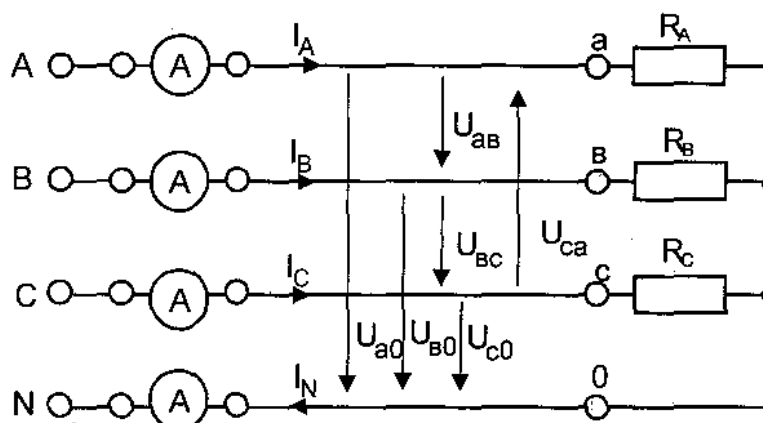
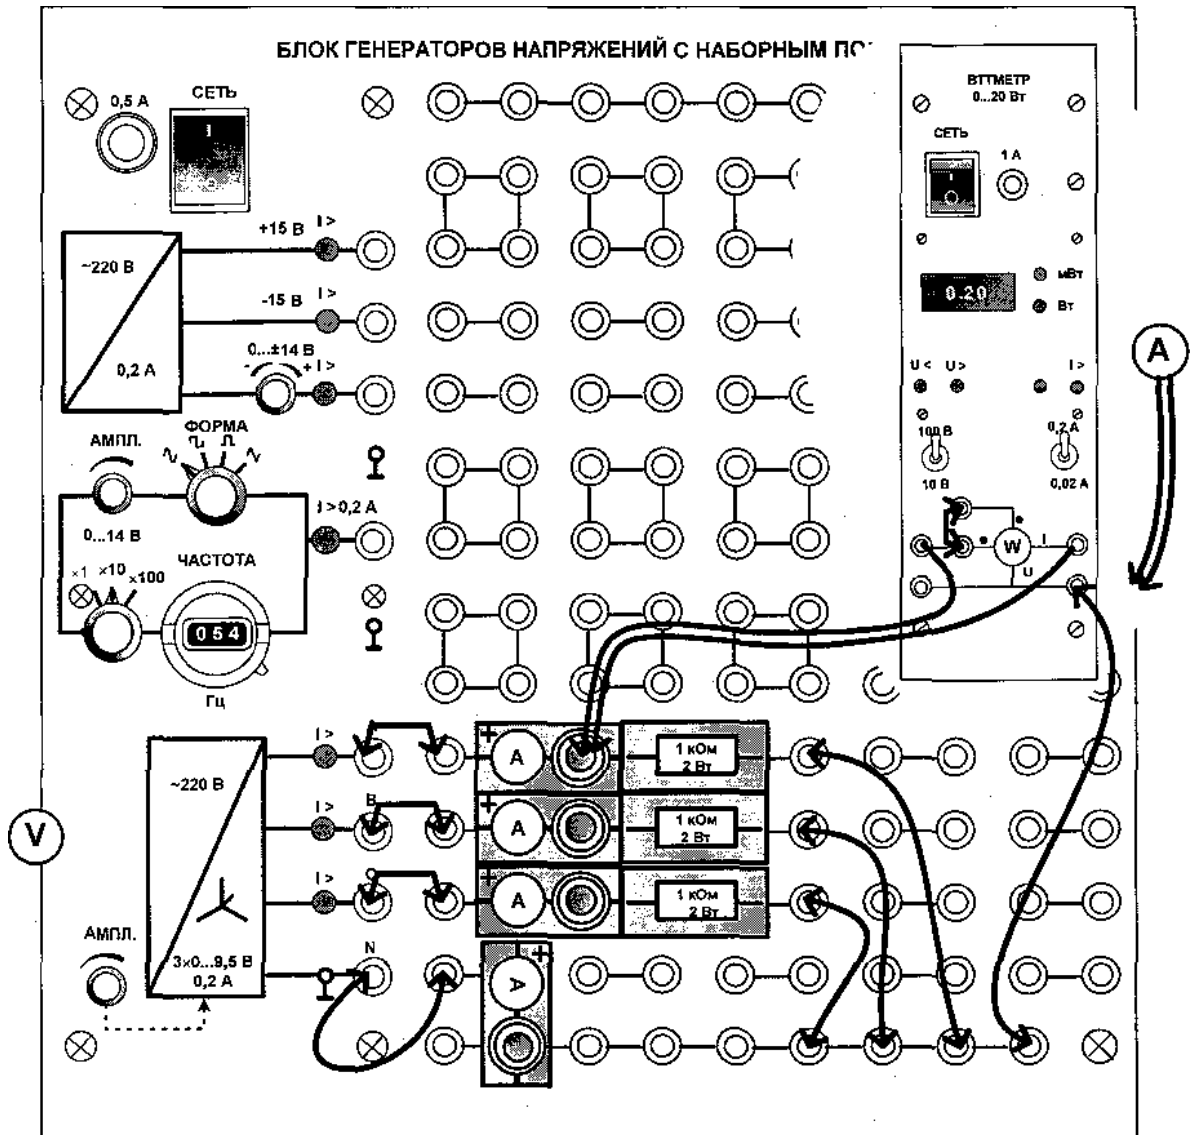

Рисунок 8.1.
Рис. 8.2 Монтажная схема
1. Соберите цепь с симметричной активной нагрузкой ($R_A = R_B = R_C = 1 \text{ кОм}$) согласно принципиальной схеме (рис. 8.1) и монтажной схеме (рис. 8.2).